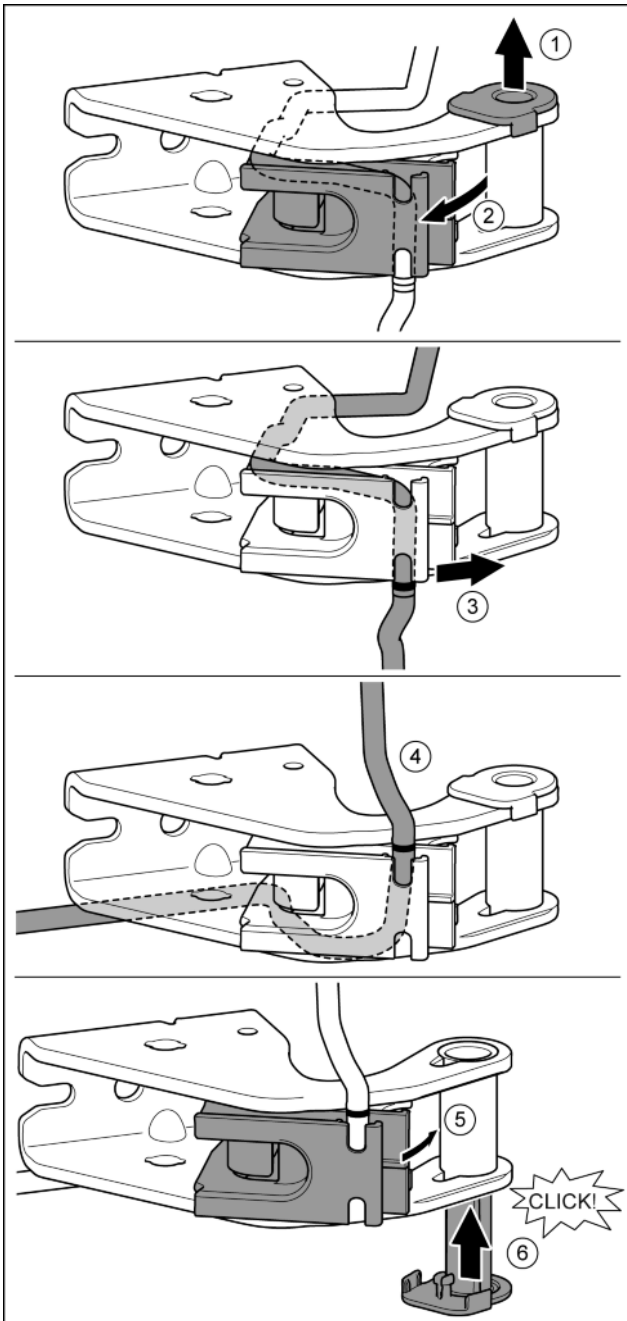

Fig. 23
- ▶ Опорную втулку вывести из направляющей. Fig. 23 (1)
- ▶ Отвести в сторону держатель кабеля. Fig. 23 (2)
- ▶ Высвободить кабель из направляющей. Fig. 23 (3)
- ▶ Вставить кабель, перевернув его в обратную сторону. Fig. 23 (4)
- ▶ Вернуть держатель кабеля в исходное положение. Fig. 23 (5)
- ▶ Установить и зафиксировать опорную втулку с другой стороны. Fig. 23 (6)